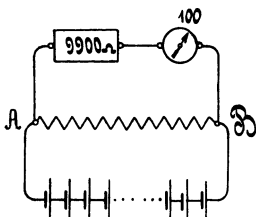

Fig. 9.
66. Einem 100 ohmigen Torsionsgalvanometer sind 9900 [8900] (4900) Ω vorgeschaltet (Fig. 9). Welche Spannung herrscht zwischen den Punkten A und B, wenn das Galvanometer 110 [125] (145) Skalenteile Ausschlag anzeigt?
69. Die Spannung zwischen A und B (Fig. 9) beträgt schätzungsweise 25 [40] (150) V. Welcher Widerstand muß dem 100 Ω Galvanometer vorgeschaltet werden, damit dann 150° Ausschlag entstehen, und wie groß ist die Spannung in Wirklichkeit, wenn das Galvanometer nur 149° anzeigt?